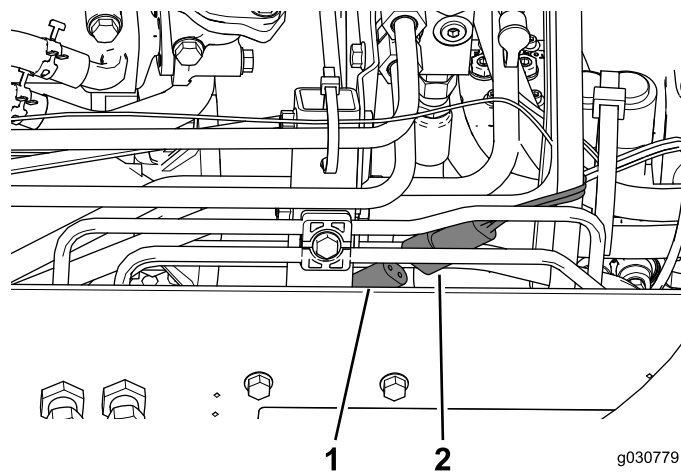

Figura 50
2. Collegate il connettore di alimentazione della cabina al connettore sul lato destro della macchina (Figura 50).